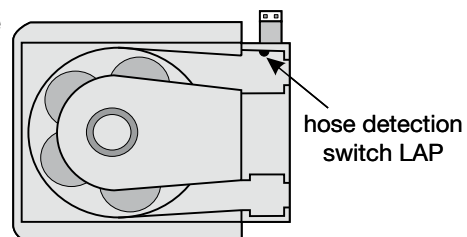

Abbildung 4
- Betätigen Sie den Schlaucherkennungsschalter LAP, siehe Abbildung 4.